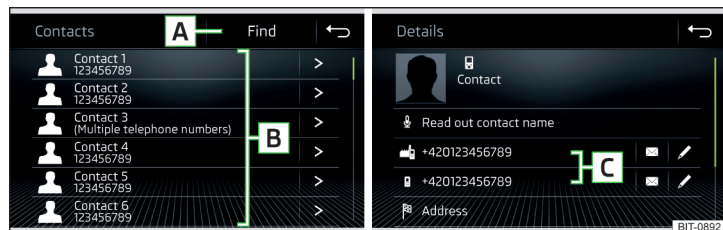

Fig. 205 Liste des contacts téléphoniques/détails du contact
- Dans le menu principal *Téléphone*, appuyez sur la touche de fonction , une liste des contacts téléphoniques s'affiche » fig. 205.